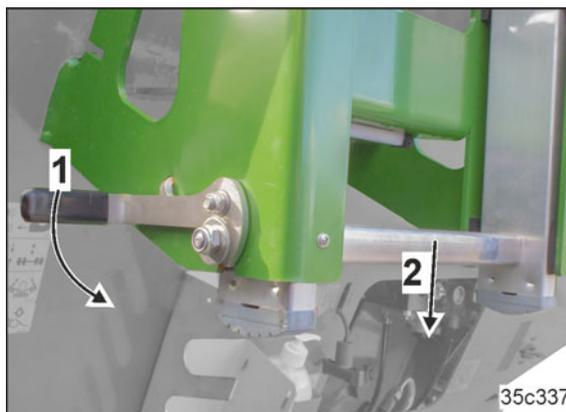

Рис. 220
1. Используйте рычаг (Рис. 220/1), чтобы разблокировать лестницу.
2. Потяните лестницу вниз (Рис. 220/2).